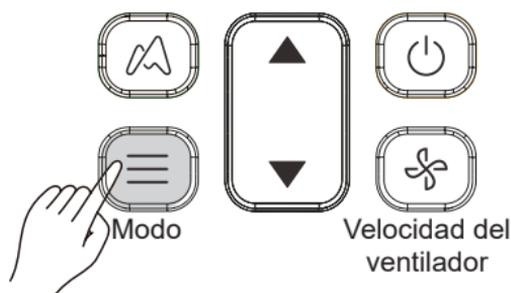

Figura 3.4
1) Pulse  (consulte la figura 3.4). La pantalla muestra el modo de funcionamiento.